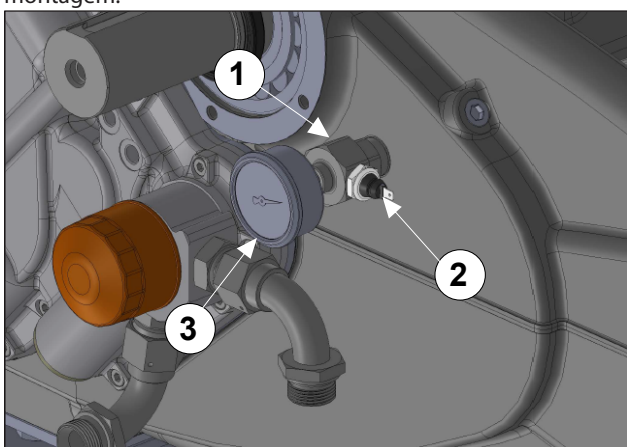

Fig. 133
Use o LOX-EAL de estanqueidade das conexões 53-14 ou semelhante para umedecer a conexão T (pos. ①), a tampa (pos. ②) e o manômetro (pos. ③) Fig. 133, e execute a montagem.